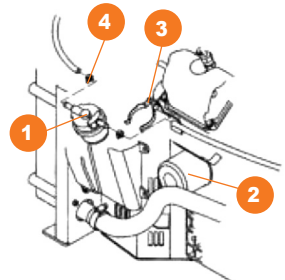

Рис. 12
- Масляный фильтр **2** находится с обратной стороны двигателя (Рис. 12). Поверните масляный фильтр против часовой стрелки с помощью ключа, чтобы снять его.
- Ослабьте хомуты ④ на входном и выходном патрубках топливного фильтра и снимите топливный шланг.
- Снимите топливный фильтр ① с опоры ③ и замените его.
- Установку нового фильтра произведите в обратном порядке (Рис. 12).